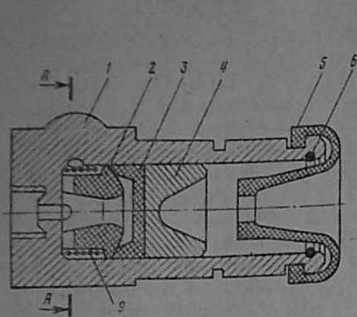

Рис. 46. Рабочий цилиндр привода выключения сцепления
Снятие и разборка привода выключения сцепления. Перед снятием и разборкой привода выключения сцепления необходимо слить рабочую жидкость. Для этого нужно надеть на клапан 7 (рис. 46) выпуска воздуха из рабочего цилиндра конец резиновой трубки, другой ее конец опустить в чистый сосуд для сбора жидкости, затем отвернуть клапан выпуска воздуха на полтора-два оборота и нажать на педаль пока жидкость полностью не удалится. После этого, сняв резиновую трубку, надеть на носик клапана 7 защитный колпачок 8. После этого можно приступать к снятию и разборке.
2. При помощи специальных круглогубцев снять стопорное кольцо 32 и, сняв с проточки корпуса цилиндра защитный колпачок 5 (см. рис. 46), сдвинуть его вдоль толкателя 31 (см. рис. 38), после чего вынуть цилиндр из отверстия в привливе картера, выдвинув его вперед. При этом толкатель 31 вместе с защитным колпачком вынимается из рабочего цилиндра. Если необходимо, разобрать толкатель, сняв с него наконечник 28 и контргайку 29.
3. Снять с клапана 7 (см. рис. 46) колпачок 8. Вынуть из корпуса 1 цилиндра стопорное кольцо 6, а затем поршень 4, уплотнительную манжету 3, распорный грибок 2, пружину 9, последним из корпуса цилиндра вывернуть клапан 7.